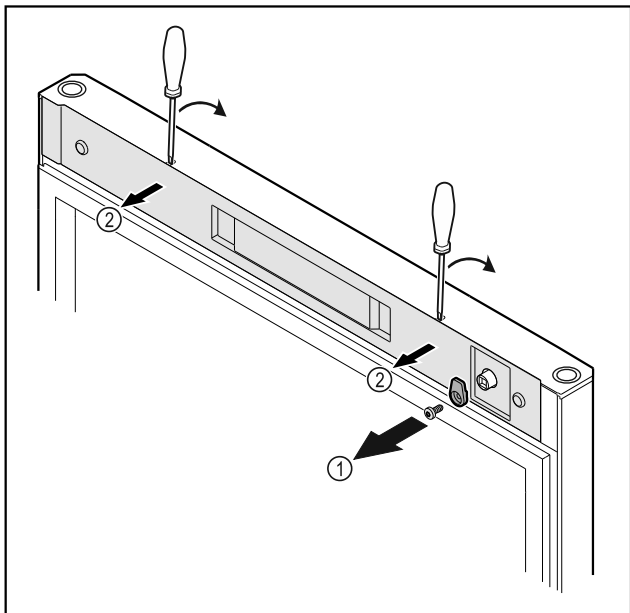

Fig. 18
- ▶ Krivige sulgemiskonks Fig. 18 (1) maha.
- ▶ Haakige kate Fig. 18 (2) väikese krivikeerajaga lahti ja võtke maha.